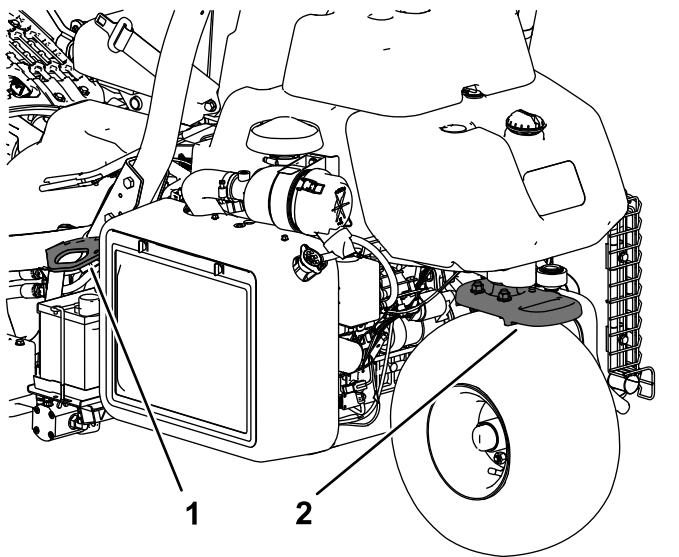

Figura 24
- Prenda a máquina de forma segura utilizando correias, correntes, cabos ou cordas. As correias frontais e traseiras devem estar dirigidas para baixo e para fora da máquina. (Figura 24).